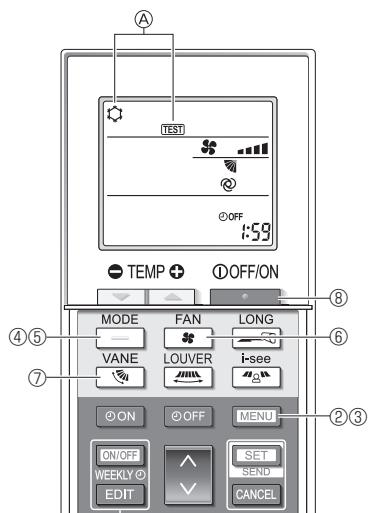

Fig. 7-9
- ① Active la unidad al menos 12 horas antes de realizar una prueba de funcionamiento.
- ② Pulse el botón **[MENU]** durante 5 segundos. (Fig. 7-9)
En pantalla se visualiza **Ⓐ [TEST] (PRUEBA)** y el modo actual de funcionamiento. (Fig. 7-9)